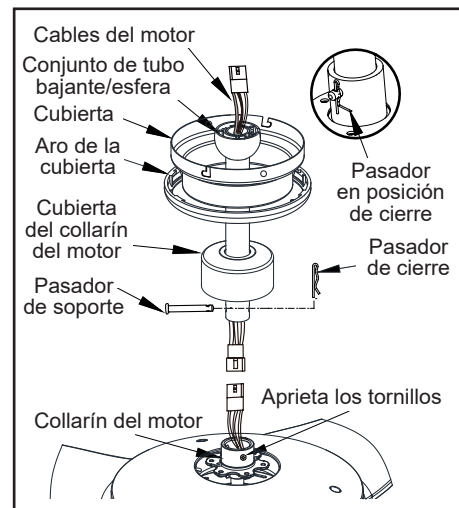

Figura 10
4. Coloca el tubo bajante sobre la cubierta y el aro de la cubierta, desliza la cubierta del collarín del motor sobre el tubo bajante. Conecta los cables de extensión a los cables del motor. Asegúrate de que los conectores rápidos estén bien sujetos. Inserta los cables a través del conjunto del tubo bajante/esfera. (Figura 10)
6. Alinea los orificios en la parte inferior del tubo bajante con aquellos del collarín en la parte superior de la carcasa de motor. (Figura 10) Inserta con cuidado el pasador de soporte a través de los orificios del collarín y del tubo bajante. Ten cuidado de no apretar contra el cableado dentro del tubo bajante. Inserta el pasador de cierre en el orificio cercano al extremo del perno hasta que encaje en su posición, como se muestra en el círculo de la Figura 10.